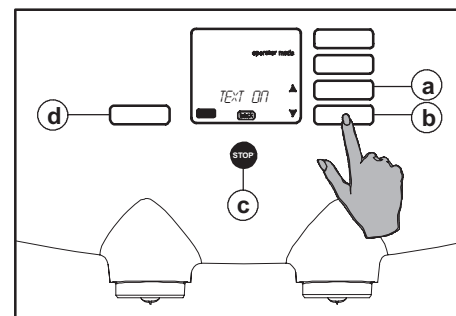

Fig. 64 Activation ou désactivation du texte
4. Appuyez sur le bouton Enter (fig. 64 d). L'écran affiche l'option sélectionnée.
5. Avec les boutons de défilement , sélectionnez l'option "TEXT ON" ou "TEXT OFF" (fig. 64 a ou b).
6. Appuyez sur le bouton Enter (fig. 64 d) pour confirmer le paramètre.
7. Appuyez ensuite sur le bouton Stop (fig. 64 c) pour quitter la programmation.